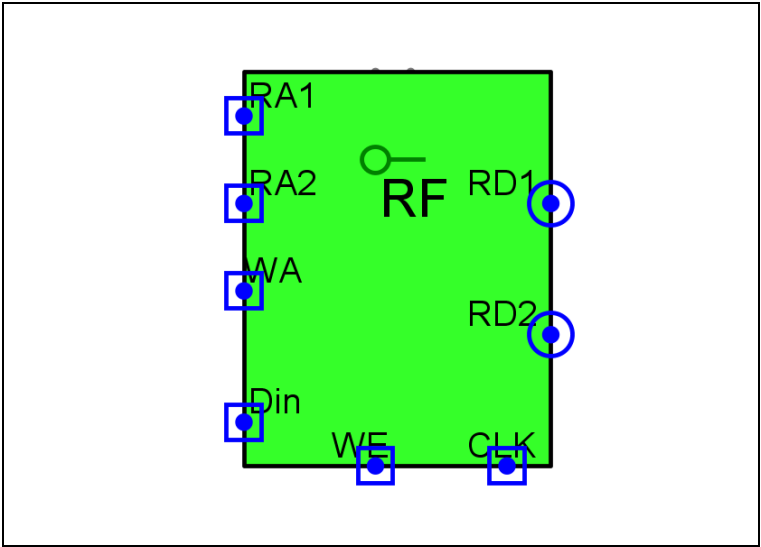

图 2-3 寄存器堆封装
(5)为了能在后续实验中直接使用该寄存器堆模块，请按照表 2-1 给出的引脚图进行设计，然后按照图 2-3 进行封装。